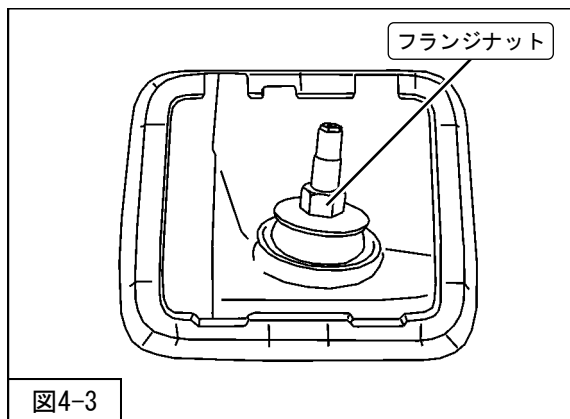

図4-3
- 4. フランジナット (締付トルク: 25N・m) を取付けてください。(図4-3)